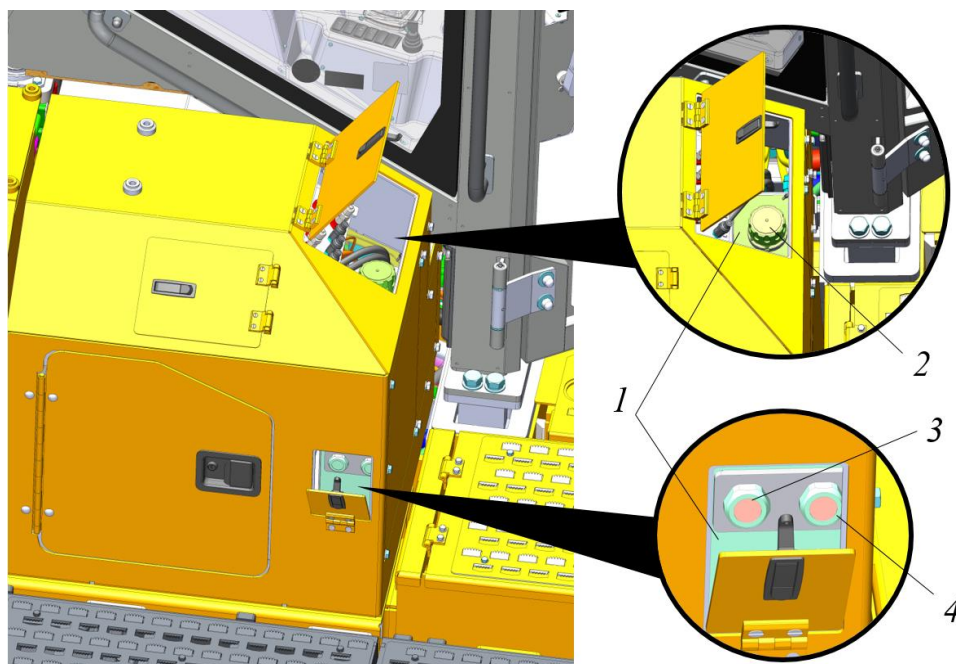

Рисунок 5.143. Проверка уровня масла в системе смазки уплотнения редуктора
Бак 1, рис. 5.143 системы смазки уплотнения редукторов расположен в ящике по правому борту машины. Для проверки наличия масла в баке предусмотрены смотровые окна 3 и 4, см. рис. 5.143.
- ▶ Открыть дверцу ящика, расположенного справа по ходу движения машины, см. рис. 5.143.
- ▶ Снять крышку 2 с наливной горловины бака 1, рис. 5.143. Используя воронку, пополнить бак маслом. Дозаправку производить маслом, см. п. 5.2.1 **Заправочные объемы смазочных материалов.**